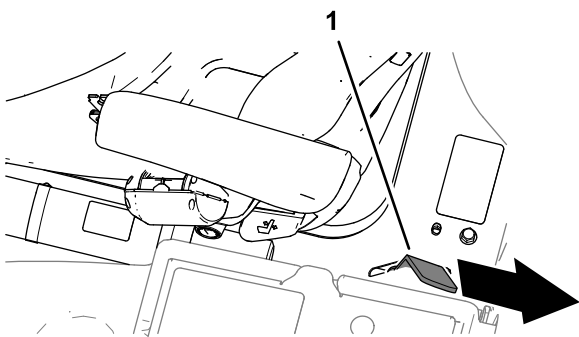

Figura 55
3. Abbassate completamente la piattaforma e spostate la maniglia di fermo verso la parte posteriore della macchina fino a quando il fermo non si innesta completamente sulla barra di bloccaggio (Figura 55).